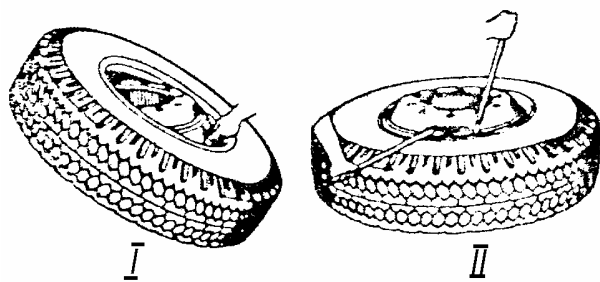

Рис. 32. Сборка колеса
3. Положить шину на обод с некоторым перекосом и вставить вентиль в вентильный паз (рис. 32, I).
4. Осадить шину до бортовой закраины обода, надеть на обод бортовое кольцо и вставить замочное кольцо средней частью относительно разреза в замочную канавку, утопив сначала одну часть кольца, при этом следить, чтобы второй конец кольца не входил одновременно в канавку на ободе, а затем другую (рис. 32, II).